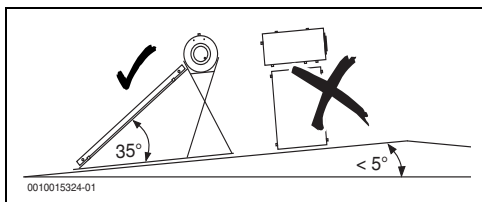

Fig. 28
- Respecter l'inclinaison de toit ainsi que le positionnement autorisés (Fig. 28).